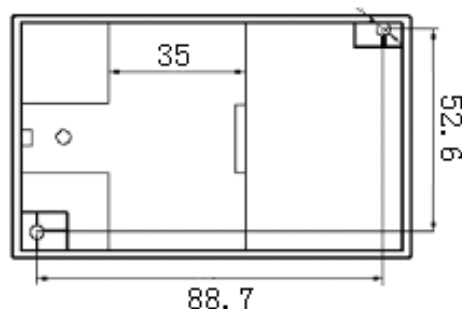

图 3、SK 外形安装尺寸图
产品采用 DIN35 导轨式安装或螺钉固定安装, 其安装尺寸如图 3 所示(单位 mm)。
- ① 把变送器固定卡槽一侧勾在安装导轨上;
- ② 向下牵动弹簧销;
- ③ 使变送器卡口套在安装导轨上;
- ④ 松开弹簧销, 变送器卡在安装导轨上。
- ① 按图 3 所示的尺寸在固定板上打直径为 3mm 孔;
- ② 使用 Φ3 的螺钉插入孔中固定。